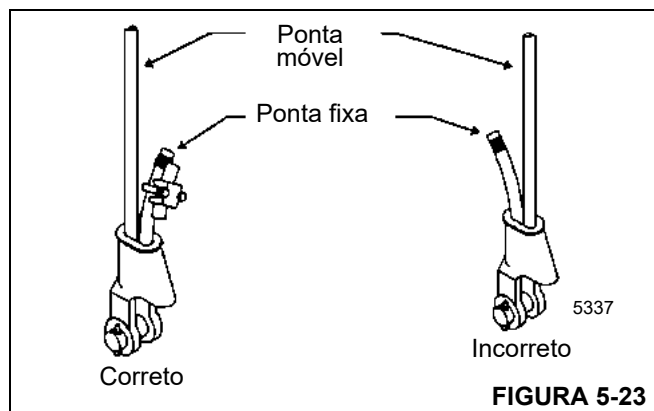

FIGURA 5-23
3. Verifique se o lado da ponta móvel (Figura 5-23) do cabo está diretamente em linha com as orelhas do terminal e com a direção de tração à qual o cabo será submetido. Se o cabo for carregado incorretamente no terminal, quando estiver com carga, o cabo dobrará ao sair do terminal. A cunha do terminal desgastará o cabo, provocando danos e falhas.